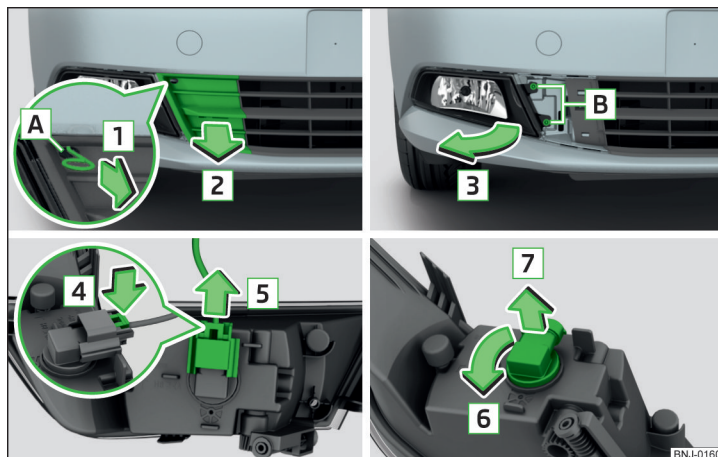

Fig. 305 Retirar el faro antiniebla / cambiar la bombilla
- › Introducir en la apertura **A** » fig. 305 el estribo para retirar los tapacubos integrales.
- Monte el faro antiniebla en sentido contrario al de la flecha **3** » fig. 305 y enrósquelo.